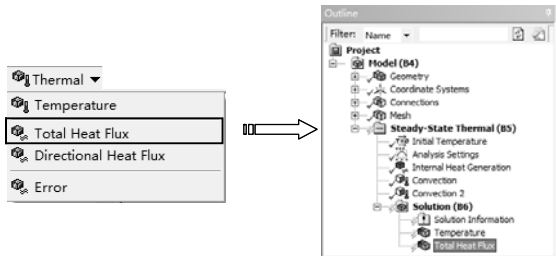

图 11-43 添加热通量求解项
- 3) 求解热通量。单击【Solution】工具栏上的【Thermal】|【Total Heat Flux】命令，此时在分析树中插入【Total Heat Flux】求解项，如图 11-43 所示。